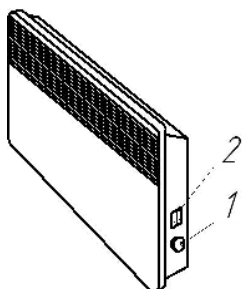

Рис.6 Розміщення органів керування конвекторів (IP20)
4.7 Переведіть клавішу вимикача (клавіші ступінчастого регулятора потужності) у відключене положення «0», ручку термостата встановіть в положення «\*» (сполучіть знак «\*» на ручці з міткою на корпусі конвектора або блоку керування). Конвектор готовий до роботи (розташування органів керування конвектором наведено на рис. 6, 7).